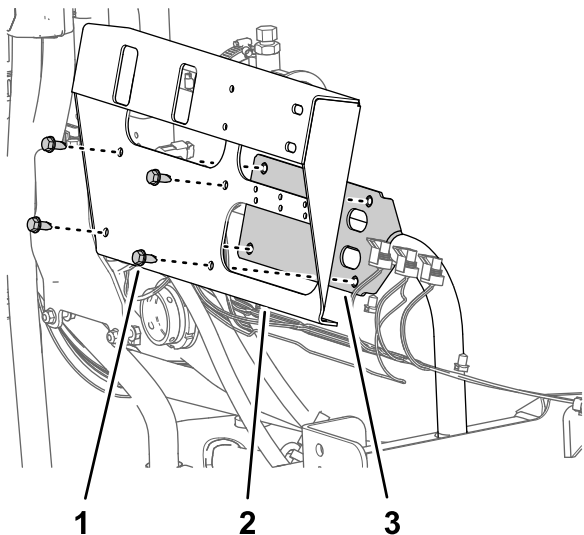

Figura 73
3. Retire os quatro parafusos de cabeça flangeada (5/16 pol. x 3/4 pol.) que prendem o suporte da válvula de secção da montagem da válvula e retire o suporte da válvula da máquina (Figura 73).